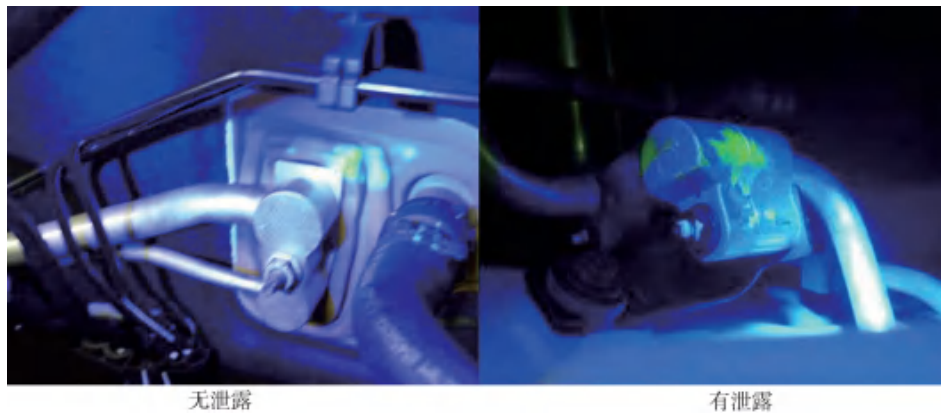

图 2-4 空调检漏检测结果
- ① 车辆准备，连接荧光剂、注射枪和注射管。
- ② 将注射管与空调管路中的_____阀芯相连接。
- ③ 利用_____将荧光剂注入制冷管路中。
- ④ 荧光剂加注结束后打开空调，让空调制冷系统运行_____，保证荧光剂充斥在整个空调制冷系统管路中。
- ⑤取出射灯，连接射灯电源。
- ⑥戴上_____，观察射灯照射的空调管路是否有荧光色出现，如图 2-4 所示。
- ⑦清洁归位。